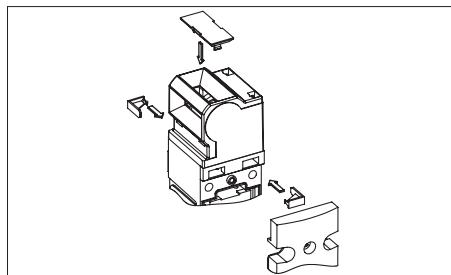

Fig. 2: Inserción de la chaveta de protección, cierre de la ranura de accionamiento
- Opcional: Para evitar que se mueva, coloque la chaveta de protección (véase la Fig. 2).
- Cierre la ranura de accionamiento no utilizada con la tapa para ranuras suministrada (véase la Fig. 2).